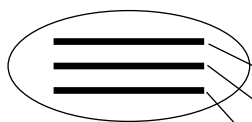

Рис. 8: Последовательность установки уплотнений для насосов DN 32
- 2) Установите насос, затем уплотнения с 2-х сторон насоса (Для насосов DN 32 следите за правильно установкой уплотнительного комплекта: уплотнение – промежуточная пластина – уплотнение, рис. 8 на стр. 22). Соблюдайте направление движения теплоносителя при установке насоса (см. стрелку на корпусе насоса).